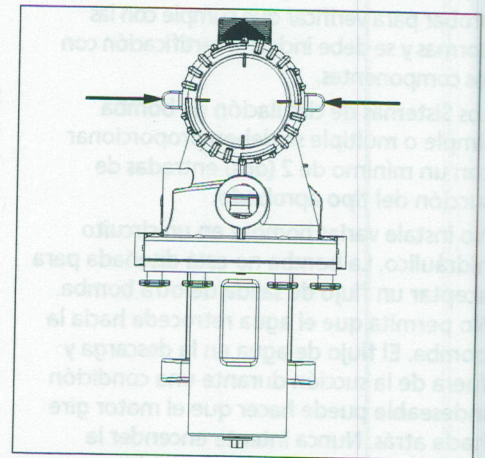

Figura 3 - Anillos de fijación
- La tapa del canasto se debe girar y bloquear en su posición como se indica en la Figura 3.
Libere toda la presión del filtro, la bomba y el sistema de tuberías, consulte el manual del propietario del filtro. En un sistema de succión inundado (fuente de agua a una altura mayor que la de la bomba), la bomba se cebará automáticamente cuando se abran las válvulas de succión y descarga. Si la bomba está ubicada por encima del nivel de agua normal de la piscina quite el ensamble del anillo y cubierta y llene lentamente el cesto y la bomba con agua. Limpie e inspeccione el anillo en O; vuelva a instalarlo en el colector. Vuelva a colocar el ensamble del anillo y la cubierta y gírelo hacia la derecha para apretar la cubierta (vea Figura 3).
El anillo de sujeción debe estar trabado con el cuerpo de la bomba. Presione hacia abajo y gire hasta que se sientan los topes internos. Las lengüetas alineadas correctamente como se muestran en la Figura 3, aseguran que la tapa está sujeta con seguridad. Si no se aprieta el anillo de sujeción como se indica se reducirá la resistencia del producto, dando como resultado una falla de los componentes y lesiones corporales.